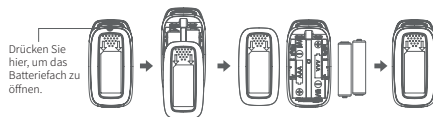

Abbildung 4
1. Öffnen Sie das Batteriefach in Pfeilrichtung, wie in Abb. 4 dargestellt.
2. Setzen Sie 2 × AAA-Batterien ein und achten Sie auf die korrekte Polarität, wie in Abb. 4 dargestellt.